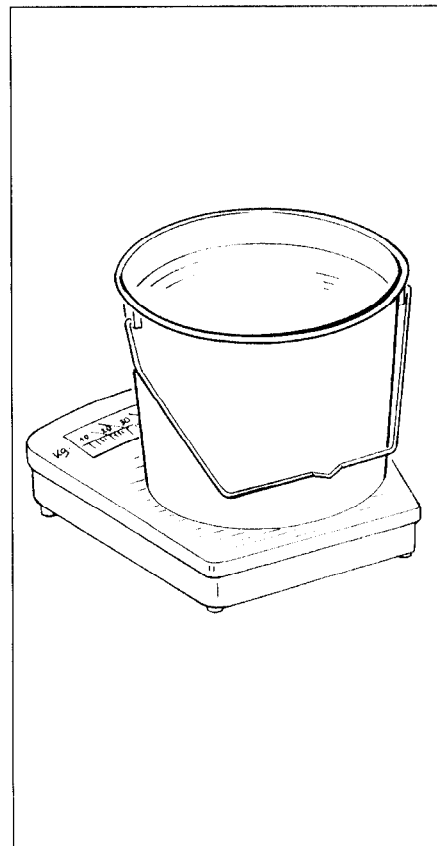

Fig. 8.8
- Pesez la quantité de grain recueillie (fig. 8.8) dans les augets d'étalonnage au cours du contrôle de débit et multipliez par le facteur "40" (pour 1/40 ha) ou le facteur "10" (pour 1/10 ha).